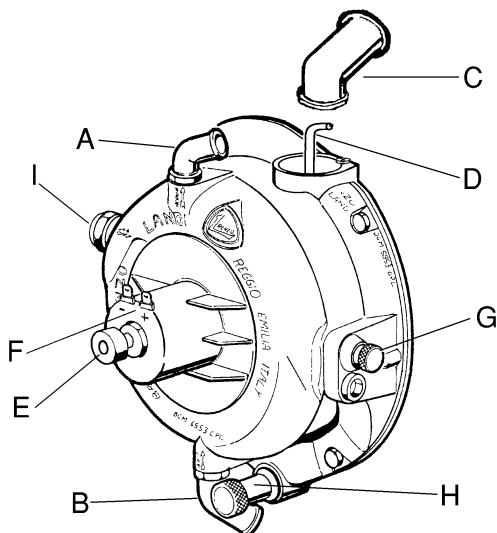

Fig. 1
LEGENDA (Fig. 1)
4. REGOLAZIONE DEI RIDUTTORI 'SE 81 SIC' con analizzatore gas di scarico (Fig. 1)
6. REGOLAZIONE DELLA SENSIBILITÀ DEI RIDUTTORI 'SE 81 SIC' (Fig. 1)
5. REGOLAZIONE DEI RIDUTTORI 'SE 81 SIC' senza analizzatore gas di scarico (Fig. 1)